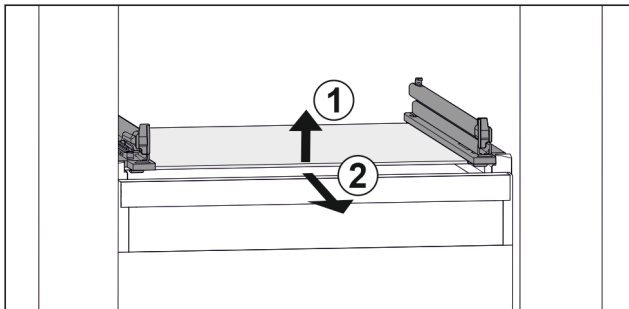

Fig. 37 Exemple de représentation de la tablette en verre
- Soulever la tablette en verre par l'avant. Fig. 37 (1)
- Retirer la tablette en verre par l'avant. Fig. 37 (2)